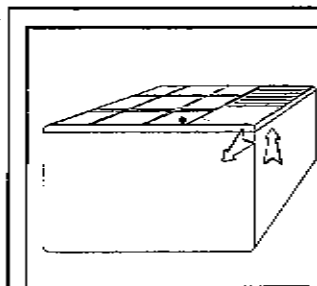

Fig. 2
- Pour enlever la grille frontale, saisissez le coin inférieur frontal (arête) de la grille, en tirant (gentiment) vers l'extérieur et vers le haut. (Fig. 2)